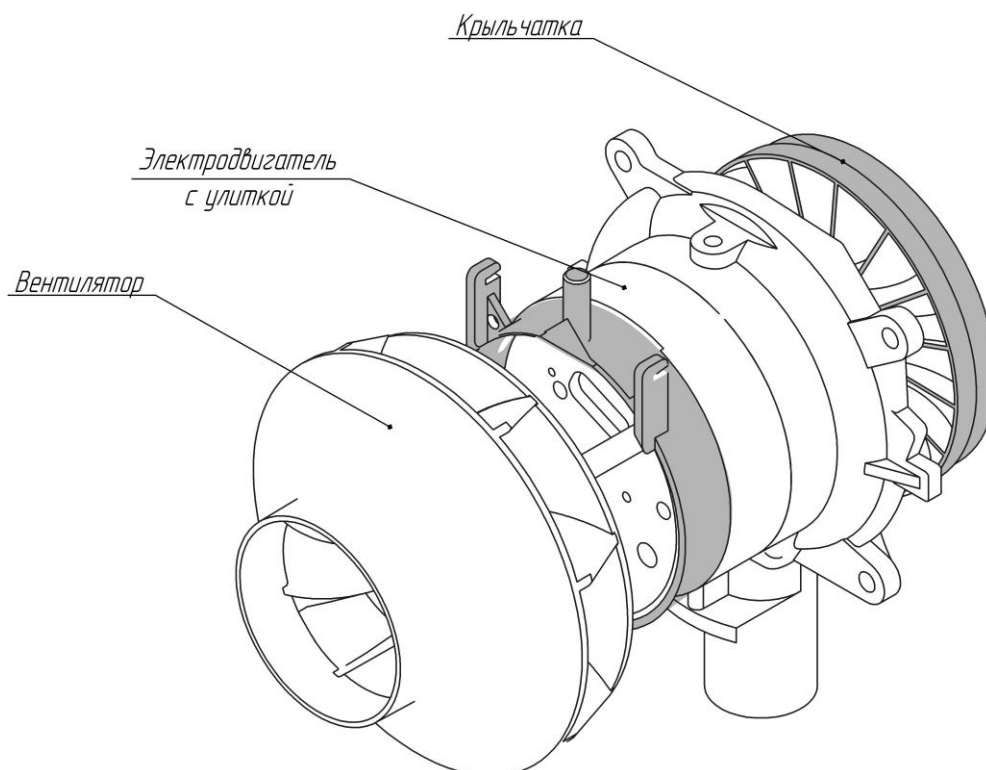

Рис.8 – Нагнетатель воздуха
Нагнетатель воздуха (рис.8) состоит из электродвигателя с улиткой. На валу электродвигателя со стороны улитки устанавливается крыльчатка, а с другой стороны – вентилятор.
2) Проверить работоспособность НВ. Для этого при помощи скрепки, тонкой проволоки или провода кратковременно замкнуть контакт синего провода (белая колодка, ШИМ) на контакт черного провода (рис.8а). При этом к отопителю должно быть подведено питание, но он не должен быть включен. Если вентилятор начал вращаться - НВ исправен.
3) Проверить НВ на отсутствие «мертвых точек». Для этого, замыкая синий провод на черный (рис.8б) и изменяя положение вентилятора, проверить из всех ли положений запускается НВ. Если есть «мертвые точки» - НВ неисправен.
4) Проверьте исправность канала оборотов. Для этого замкните контакт синего провода на черный (рис.8б) и на зеленом проводе цифровым тестером замерьте частоту импульсов. Пока НВ набирает обороты – частота импульсов должна возрастать. Разомкните контакт. НВ начнет сбавлять обороты, и частота импульсов начнет снижаться. Если какое-нибудь из этих условий не выполняется то НВ – неисправен.
Рис.8а – Подключение сигнала управления (ШИМ) двигателя для проверки